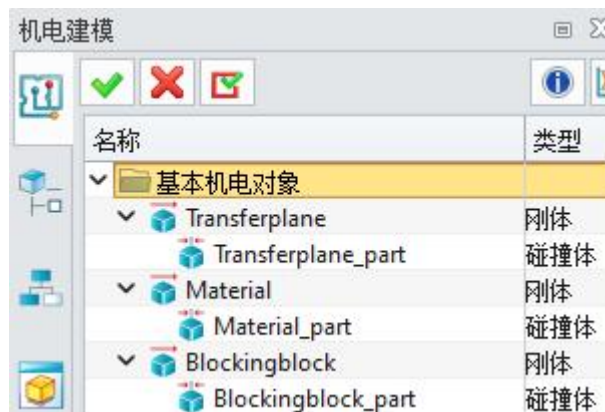

图 6-12：基本机电对象框架
- 所有刚体和碰撞体应在“基本机电对象”下列出。（图 6-12）